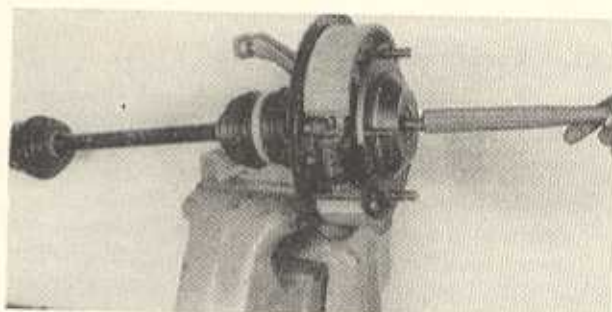

Bild F 36. Herausdrücken der Gelenkwelle aus dem Radantrieb
2. Kronenmutter M 16 \times 1,5 an der Doppelgelenkwelle abschrauben, Zentrierscheibe abheben und Gelenkwelle ausdrücken (nicht schlagen) (Bild F 36).